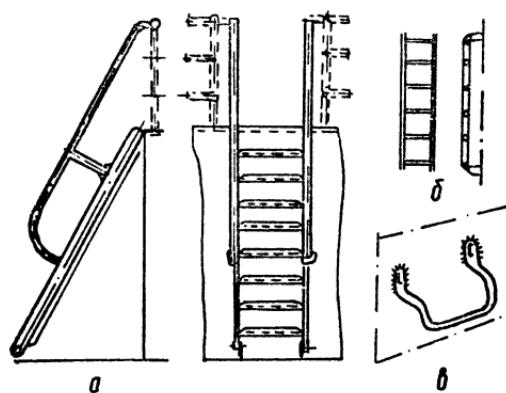

Рис. 49. Типы судовых трапов:
*Трапы* (рис. 49) по месту установки делят на наружные и внутренние. Первые бывают обычные и забортные, а вторые — нормальные, вестибюльные и машинно-котельного отделения.